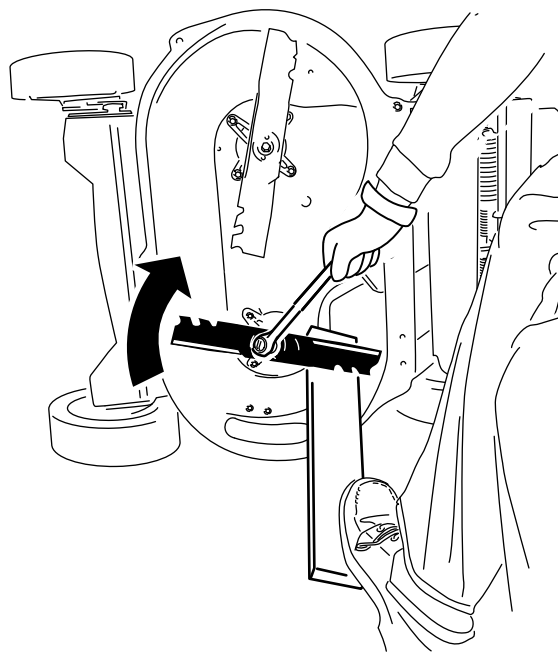

Figure 31
2. Immobilisez chaque lame à l'aide d'une planche et tournez le boulon de la lame dans le sens horaire au moyen d'une clé dynamométrique, comme montré à la Figure 31; serrez le boulon de la lame à 82 N·m (60 pi-lb).